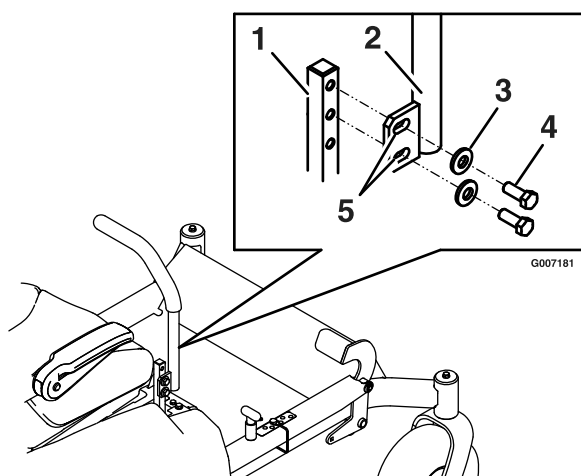

Figura 19
1. Retire los dos pernos que sujetan la palanca de control al brazo de la palanca de control (Figura 19).
2. Afloje el perno inferior lo suficiente para poder desplazar hacia adelante o hacia atrás la palanca de control (Figura 19). Apriete ambos pernos para fijar el control en la posición nueva.